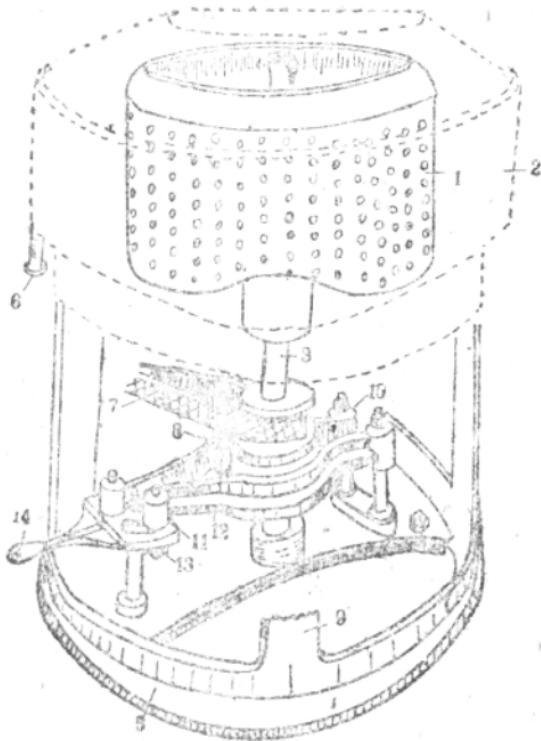

图2 洗水机
2. 脱水机：脱水机的结构如图 2。由馬达带动皮带 7，軸心 3 在皮带 7 的摩擦拉动下就轉动起来，因为内籠 1 和軸心 2 是一体，因此内籠也就轉动起来了。
刹车装置如图 2，依靠 11 左右移动，使 13 在 11 的槽中滑动，因此 12 随着 13 的滑动位置的不同，两条夹鉄 12 依 10 为转动点，离开軸心或緊紧压着軸心。13 在图 3 所示的黑点①位置时，由于两点距离近，使两条夹鉄 12 緊紧压着軸，軸心因